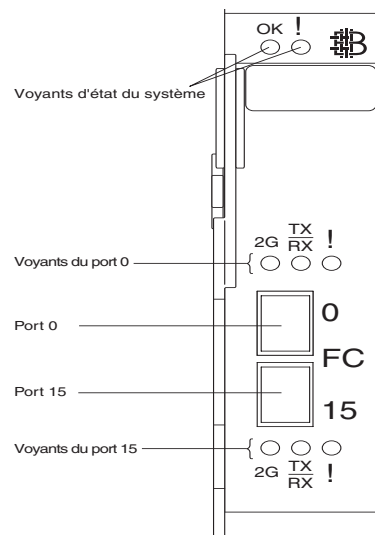

Figure 8. Panneau d'information du module de commutation Fibre Channel
Le panneau d'information du module de commutation contient des voyants et deux ports Fibre Channel, comme le montre la Figure 8.
- Deux connecteurs Fibre Channel externes permettant de connecter les périphériques Fibre Channel tels que les sous-systèmes disques, les unités de bande et d'autres serveurs ainsi que les périphériques SAN tels que les commutateurs Fibre Channel, les cartes de raccordement et les passerelles. Dans les menus de configuration du commutateur, ces connecteurs sont appelés port 0 et port 15. Sur le module de commutation, ils sont identifiés par les étiquettes 0 et 15 (de haut en bas), comme le montre la Figure 8.